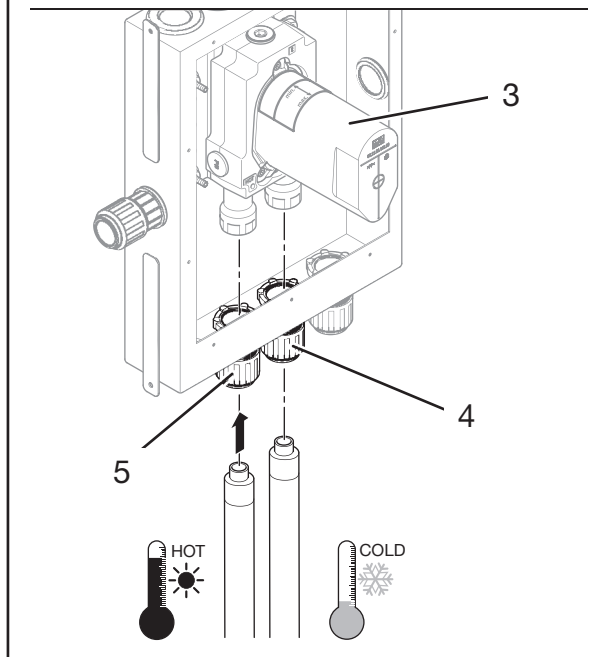

Fig. 8: Varm- och kallvatteninstallation
1. Ta bort den röda tätningssluggen (fig. 8/2) från varmvattenanslutningen på produkten (fig. 8/3) med hjälp av en spårskruvmejsel.
2. Dra media- och skyddsroret genom genomföringen i inbyggnadslådan (fig. 8/5).
3. Anslut varmvattenröret till varmvattenanslutningen på produkten (fig. 8/3) enligt rör- och kopplingstillverkarens anvisningar.
4. Dra åt skruvkopplingen på skyddsroresgenomföringen på inbyggnadslådan (fig. 8/5) enligt Joramarks monteringsanvisning.
1. Ta bort den blå tätningssluggen (fig. 8/1) från kallvattenanslutningen på produkten (fig. 8/3) med hjälp av en spårskruvmejsel.
2. Dra media- och skyddsroret genom genomföringen i inbyggnadslådan (fig. 8/4).
3. Anslut kallvattenröret till kallvattenanslutningen på produkten (fig. 8/3) enligt tillverkarens anvisningar.
4. Dra åt skruvkopplingen på skyddsroresgenomföringen på inbyggnadslådan (fig. 8/4) enligt Joramarks monteringsanvisning.